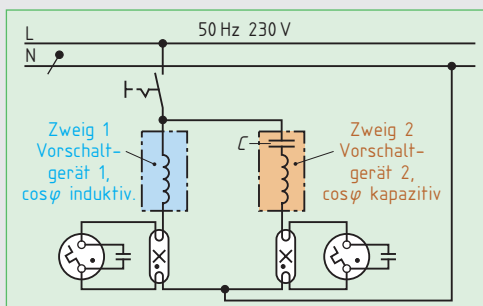

Bild 4: Duoschaltung
9. Zwei Leuchtstofflampen (**Bild 4**) in Duoschaltung mit dem Gesamtwirkfaktor von $\cos \varphi = 1$ nehmen mit Vorschaltgerät je 69 W auf. In jedem Zweig fließt ein Strom von 0,67 A. Der kapazitive und der induktive Phasenverschiebungswinkel sind vom Betrag gleich groß.